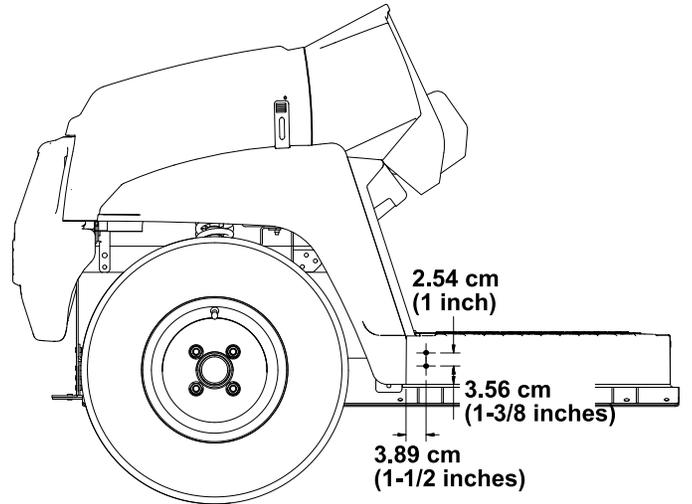

Figure 23
1. En vous aidant des dimensions indiquées à la Figure 23, percez 2 trous (5/16") à l'extérieur du panneau de plancher sur les côtés droit et gauche de la machine.